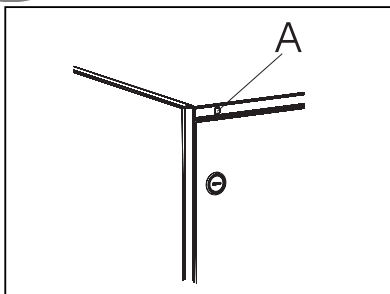

Afbeelding 4.
7.2. Binnenverlichting (afb.4)
2. reset het deurcontrolelampje door de afstandsbediening tegen de deursensor te houden (afb. 4. B) en op de knop te drukken.